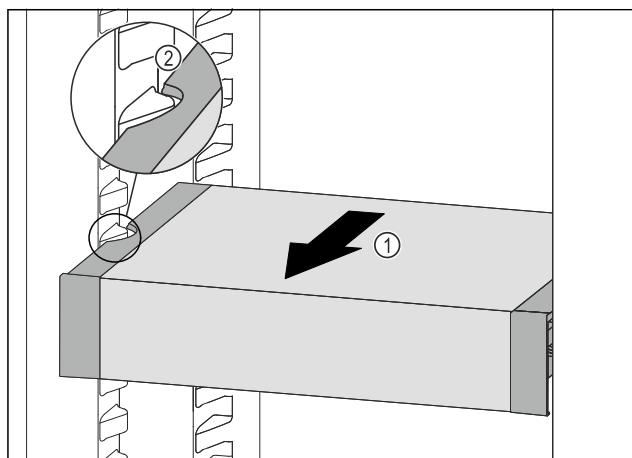

Fig. 142
- Потягнути VarioSafe вперед Fig. 142 (1), поки бокові заглиблення VarioSafe не опиняться на рівні ребра для ємності в охолоджувальному відділенні. Fig. 142 (2)